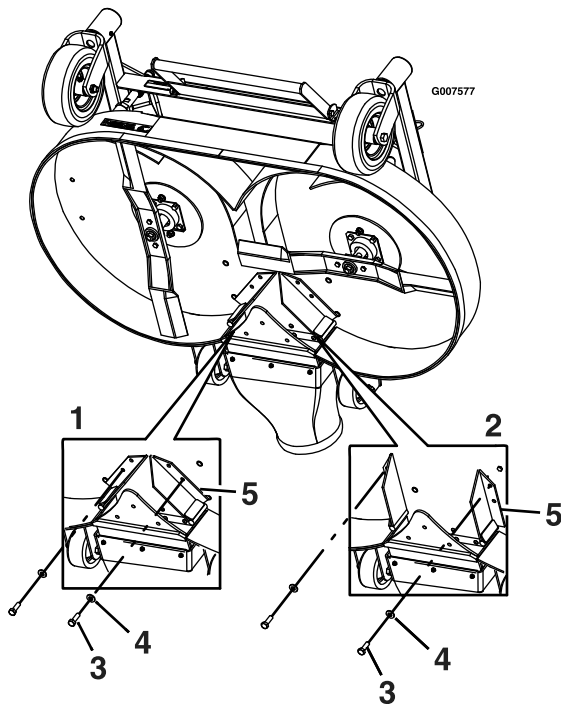

Figura 25
7. Rimuovete il bullone e la rondella nella parte anteriore di ciascun deflettore FRS (**Figura 25**).